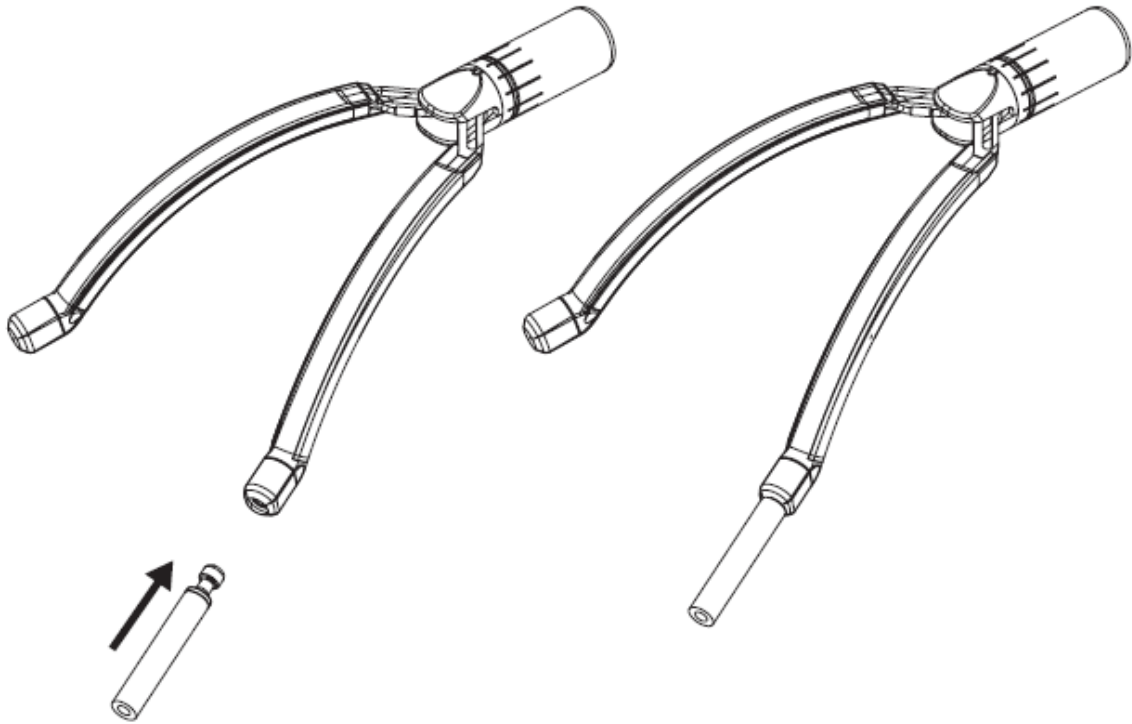

Figura 9. Conexión de guías al dispositivo
8. Conecte las guías al dispositivo (Ver Figura 9) para ayudar a colocar los electrodos en el tejido objeto de ablación.